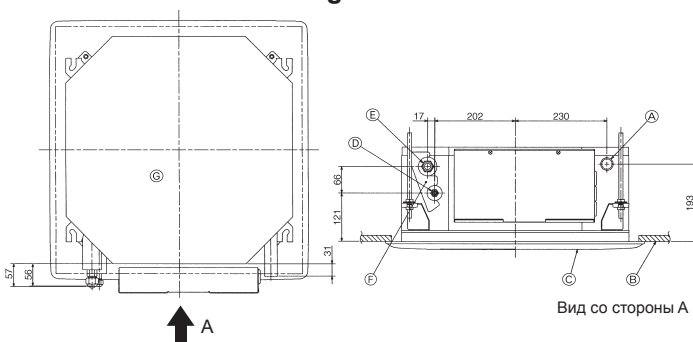

Fig. 5-7
5.3. Расположение трубопроводов охладителя и дренажа (Fig. 5-7)